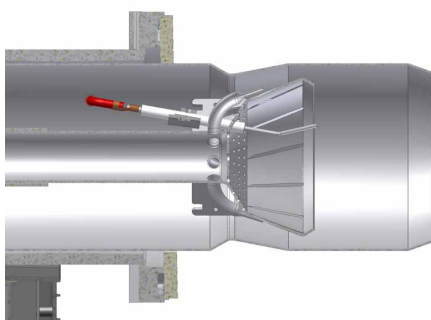
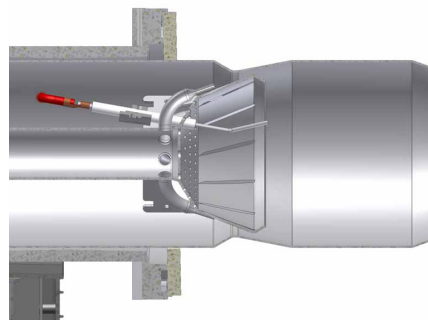

Fig. 35 - Posición "toda hacia adelante"
Fig. 36 - Posición "toda hacia atrás"
El quemador se regula en la fábrica con la cabeza de en posición de máxima potencia "MAX". La calibración de máxima potencia corresponde a la posición "toda hacia adelante" (Fig. 35) de la cabeza de combustión para los quemadores de tipo estándar y, en posición "toda hacia atrás" (Fig. 36) para los quemadores de baja emisión de NOx (Fig. 36). La posición "toda hacia adelante" de la cabeza se considera hacia el interior de la caldera, y la posición "toda hacia atrás" se considera hacia el operador. Para quitar la cabeza de combustión consultar el capítulo "Desmontaje y limpieza de la cabeza de combustión" a pagina 44. En lo que se refiere al funcionamiento con potencia reducida, desplazar progresivamente la cabeza de combustión hacia la posición "MIN" y girando el tornillo **VRT** (Fig. 60) en sentido horario. El índice **ID** indica el desplazamiento de la cabeza de combustión.
- 2 poner en marcha el quemador poniendo en ON el interruptor principal **A** del quemador (Fig. 36): en caso de bloqueo (indicado dal LED **B** del cuadro de control) presionar el botón RESET (**C**) puesto en el quadro del quemador (ver Fig. 36).